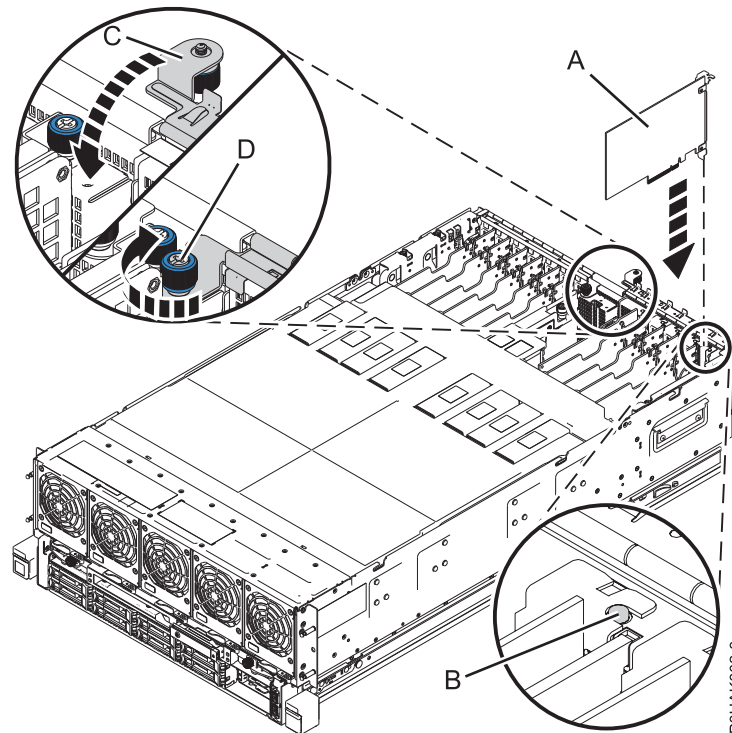

Figura 4. Instal·lació o substitució d'un adaptador PCIe al sistema 8408-44E o 8408-E8E
6. Agafeu amb compte l'adaptador per l'extrem superior o per la contrapunta i alineu-lo amb la ranura i el seu connector de la placa posterior del sistema (A), tal com es mostra a Figura 4 a la pàgina 7.